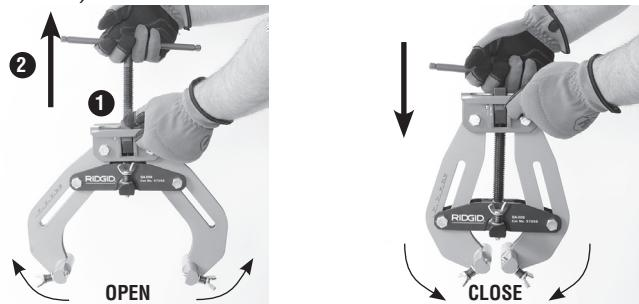
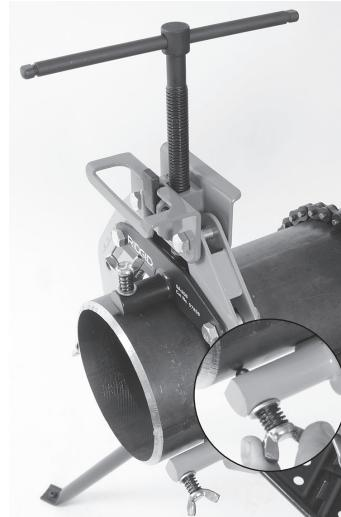
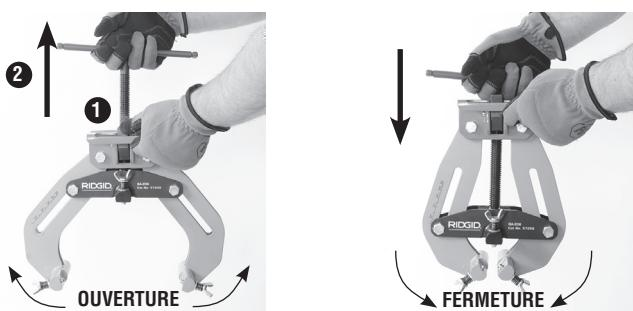
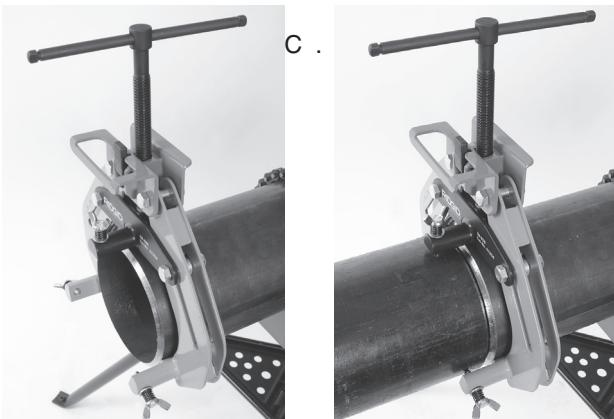

Figure 2 – Opening and Closing Clamp
Figure 3 – Clamp On Workpiece
Figure 2 – Ouverture et fermeture de la pince
Figure 4 – Vis papillons dépassant l'extrémité du tuyau
3. To open clamp, use one hand to hold the grip and press the feed screw release ①. Use the other hand to pull the handle ② and open the jaws. Stay clear of pinch points. (Figure 2).
4. Place the jaws around a cylindrical end of the workpiece with the wing bolts oriented towards the end. Push the handle to close the jaws (Figure 2). The three contact points should sit squarely on the workpiece surface. Tighten the handle to secure the clamp to the workpiece (Figure 3). Do not overtighten.
5. Tighten all the wing bolts until the tips lightly contact the workpiece surface. Do not overtighten (Figure 3 inset).
- Pour ouvrir la pince, tenez-la d'une main, puis appuyez sur la détente de vis d'avancement ①. Tirez sur sa poignée ② de l'autre main pour ouvrir ses mâchoires. Eloignez vos mains des mécanismes (*Figure 2*).
4. Engagez la pince autour de la pièce cylindrique avec ses vis papillon orientées vers son extrémité. Enfoncez la poignée pour fermer ses mâchoires (*Figure 2*). Les trois points de contact devraient alors se trouver également assis sur le périmètre du tuyau. Serrez la poignée pour arrimer la pince au tuyau (*Figure 3*). Ne pas trop serrer.
5. Serrez les trois vis papillon jusqu'à ce que leurs pointes touchent à peine le tuyau. Ne pas trop serrer (*insert*, *Figure 3*).
6. Desserrez la poignée d'environ 1 tour, puis faites **Figure 3 – Pince posée sur tuyau** glisser la pince en avant jusqu'à ce que les vis papillon dépassent l'extrémité du tuyau d'environ 2 pouces (50 mm) comme indiqué à la *Figure 4*. Serrez la poignée suffisamment pour immobiliser la pince, sans trop serrer. Ne jamais utiliser de bras de levier, car cela pourrait endommager l'outil.
8. Pour retirer la pince, desserrez la poignée de deux tours, puis ouvrez-la (*Figure 2*).